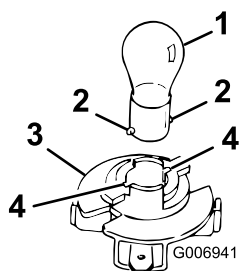

Bild 54
- Setzen Sie die Birne ein und drehen Sie diese nach links bis zum Anschlag (ungefähr 1/4 Umdrehung), und nehmen sie die Birne aus der Birnenfassung heraus (Bild 54).
- Stecken Sie den Sockel in die Fassung (Bild 54).